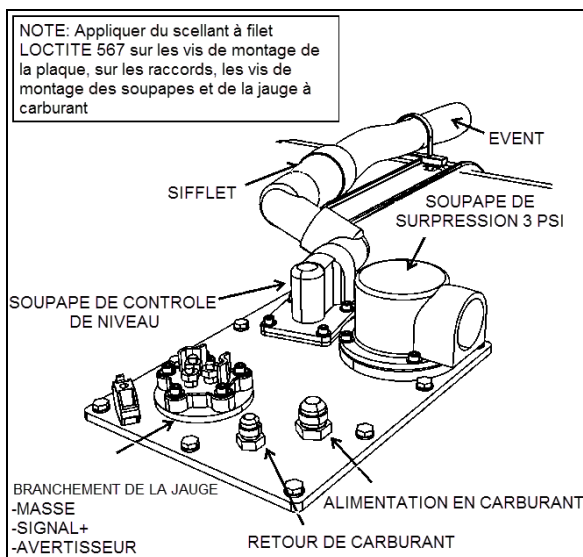

FIGURE 20 : PLAQUE DE RACCORDEMENT DU RÉSERVOIR
4. Débrancher les 3 fils de la jauge de niveau de carburant. Avant de débrancher, identifier les fils et les terminaux sur la jauge pour faciliter le rebranchement (Figure 20).